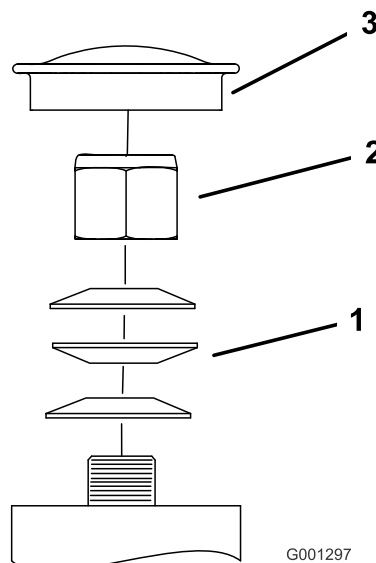

Figure 72
3. Retirez le couvre-moyeu de la roue pivotante et serrez le contre-écrou (Figure 72).
4. Continuez de serrer le contre-écrou jusqu'à ce que les rondelles élastiques soient aplaties, puis desserrez-le d'un quart de tour pour obtenir la précharge correcte des roulements (Figure 72).
Important: Veillez à placer les rondelles élastiques comme montré à la Figure 72.
5. Reposez le couvre-moyeu (Figure 72).